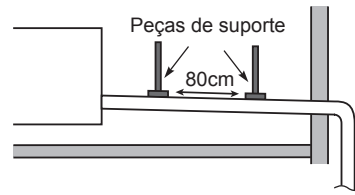

Fig. 3-10
- Não aplicar força à tubulação lateral da unidade quando ligar o tubo de drenagem. O tubo não deve ser pendurado sem suporte a partir de sua conexão com a unidade. Fixe o tubo em uma parede, estrutura ou outro tipo de apoio o mais próximo da unidade quanto possível. (Fig. 3-10)